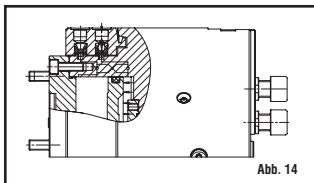

Abb. 14
- Dadurch ist das Werkstück gespannt (Abb. 14).